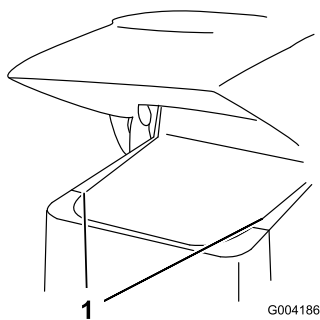

Figura 26
2. Deslice las rejillas laterales (Figura 26) hacia arriba y retírelas de las ranuras de la rejilla delantera y del bastidor.